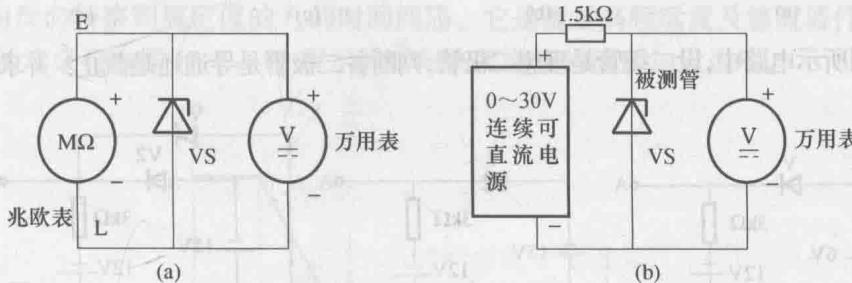

图 1-1-9 稳压管稳压值的检测电路
**方法一：**如同检测普通二极管反向击穿电压值一样按图 1-1-9(a) 接线。此时应选用 1000V 以下的兆欧表，而万用表的电压挡应视稳压管的稳压值而定，然后均匀转动兆欧表的手柄，等万用表指针稳定后，再读取万用表的电压值，此值即为该稳压管的稳压值。
**方法二：**将绝缘电阻表换成一台 0~30V 连续可调的直流稳压电源，并串联一支  $1.5k\Omega$  的限流电阻，按图 1-1-9(b) 连接。